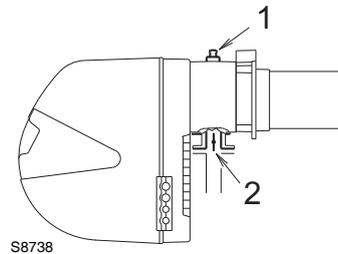

Abb. 38
Gasdruck gemessen an Anschluss 1)(Abb. 38), mit:
Strömungsverlust Gasdrossel 2)(Abb. 38) bei maximaler Öffnung: 90°.
- vom Gasdruck an der Entnahmestelle 1)(Abb. 38) den Druck in der Brennkammer abziehen.
- Gasdruck an der Entnahmestelle 1)(Abb. 38) = 10,9 mbar
Zur Ermittlung des für den an der Entnahmestelle 1)(Abb. 38) erforderlichen Gasdrucks, nachdem die gewünschte Leistung des Brenners festgelegt wurde:
- Rechts, in Spalte 1, den Druck an der Entnahmestelle 1)(Abb. 38) ablesen.
- erforderlicher Druck an der Entnahmestelle 1)(Abb. 38).